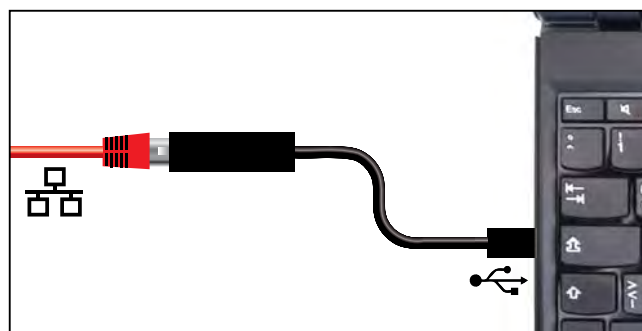

Рис. 8 Переходник USB-Ethernet
- ▶ Переходник USB-Ethernet (Рис. 8). Позволяет подключить сетевой интерфейс устройства (см. стр. 12) к USB-порту на компьютере / ноутбуке.